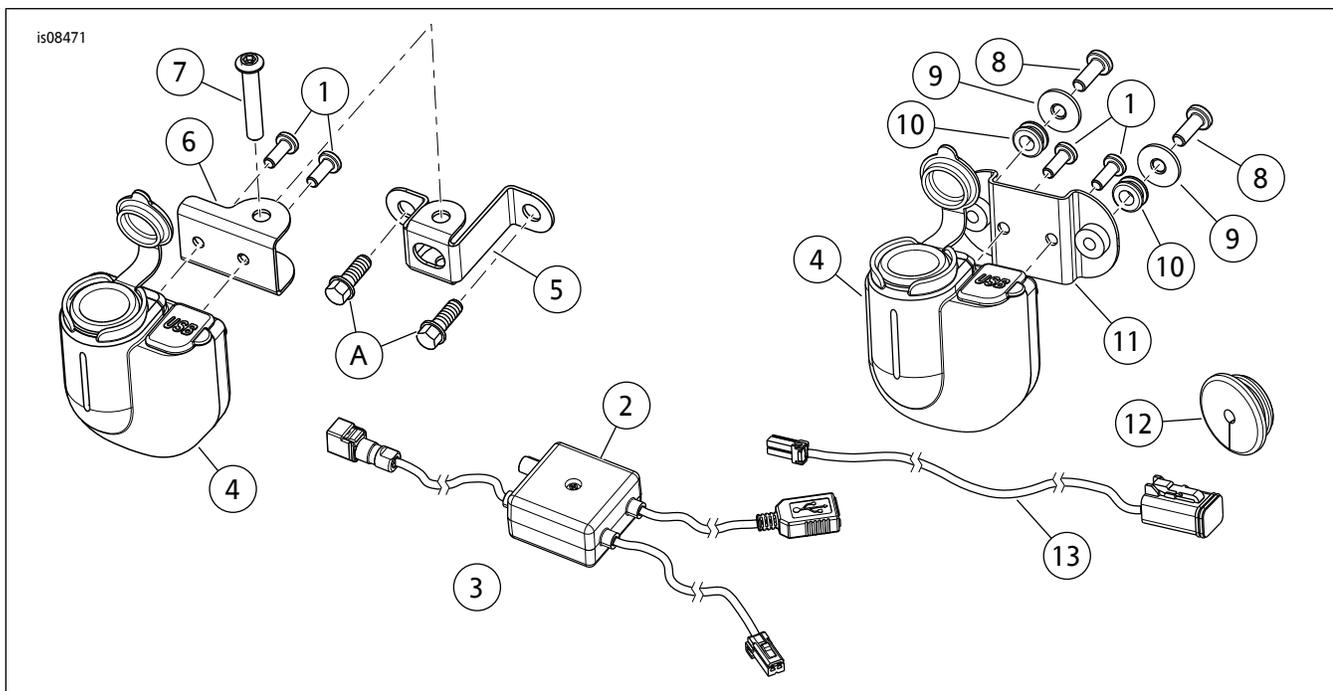

图7。维修零件：USB/电源插座
参见图7和表1。
13. 参见图7。将线缆(13) 安装至附件插头。参见维修手册。